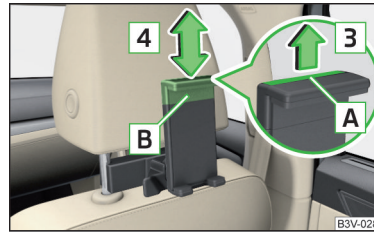

Abb. 119 Haltergröße anpassen
- Zur **Anpassung der Haltergröße** die Sicherungslasche **A** in Pfeilrichtung **3** herausziehen und den Teil **B** in Pfeilrichtung **4** in die gewünschte Position verschieben » Abb. 119.